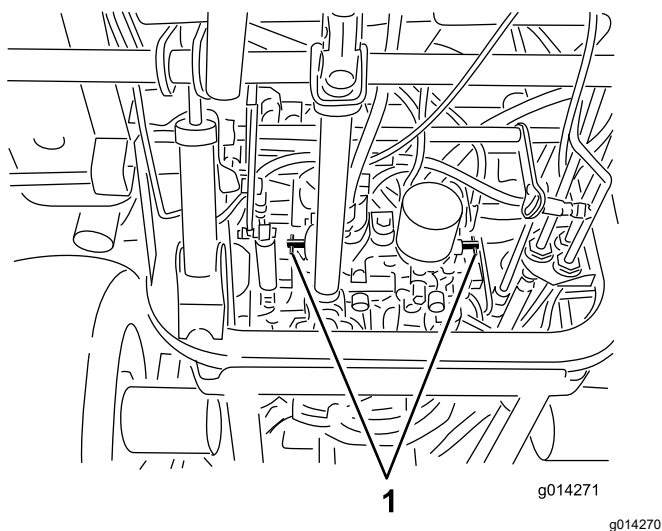

Рисунок 26
3. Поверните каждый перепускной клапан на один оборот против часовой стрелки (Рисунок 26).
1. Поверните каждый перепускной клапан на один оборот по часовой стрелке и затяните их вручную (Рисунок 26).
2. Затяните клапаны с моментом приблизительно 8 Н·м, как показано на Рисунок 26.